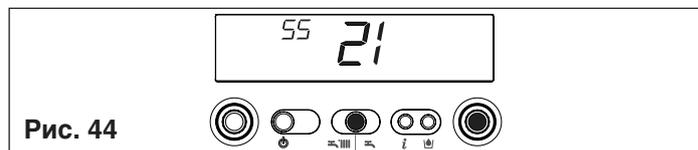

Рис. 44
- Подтвердите новое значение, нажав кнопку ENTER. Цифры перестанут мигать (рис. 44)